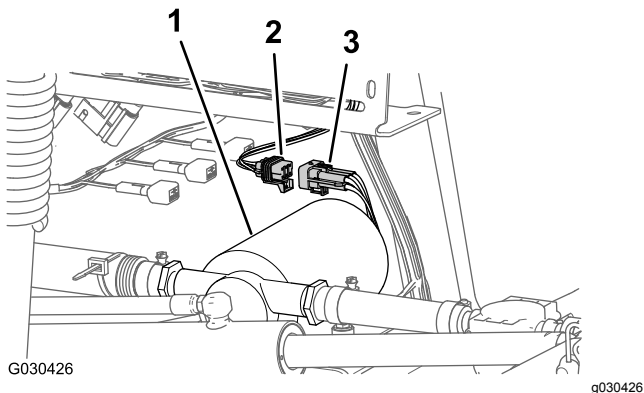

図 14
- 後メインハーネスの6ソケットコネクタから、すすぎポンプハーネスの6ピンコネクタを外す 図 14。